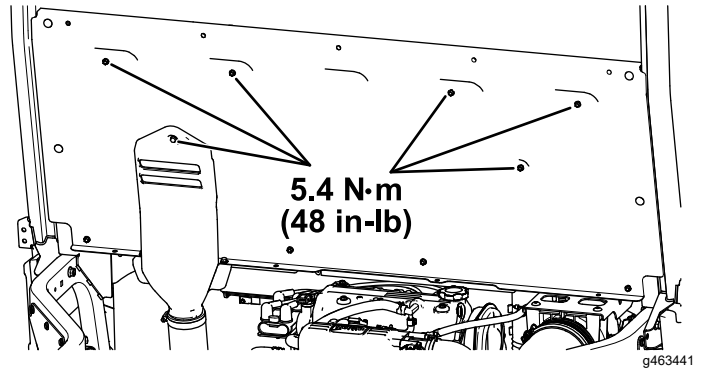

Bild 68
- H. Ziehen Sie die 11 Sechskant-Scheibenkopfschrauben ($\frac{1}{4}'' \times \frac{3}{4}''$) und die unverlierbare Schraube an der CVT-Ansaughaube auf ein Drehmoment von 5,4 N·m fest, wie in **Bild 68** dargestellt.